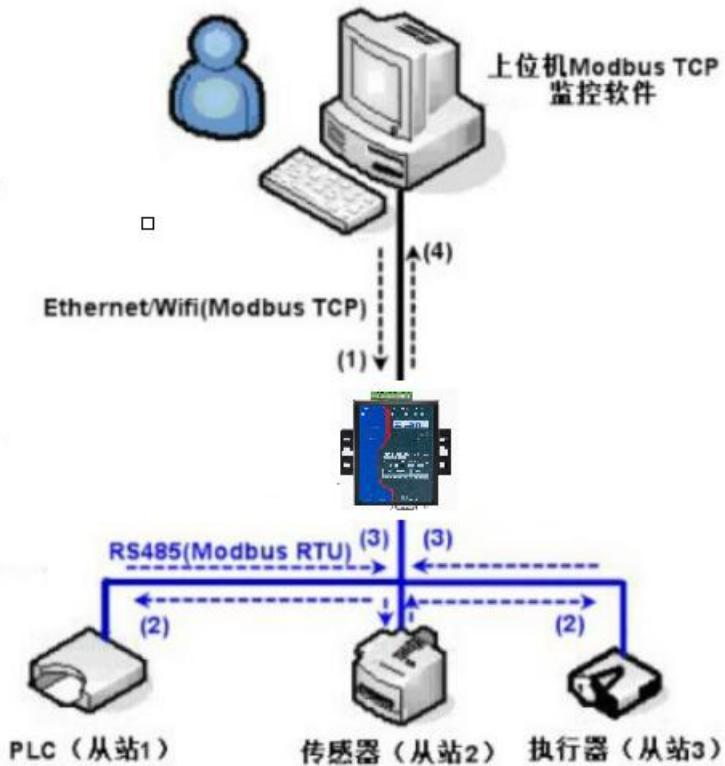

图 38 存储型 Modbus 网关工作方式
如图 38 所示：普通的 Modbus TCP 数据流方向为  $(1) \rightarrow (2) \rightarrow (3) \rightarrow (4)$ 。